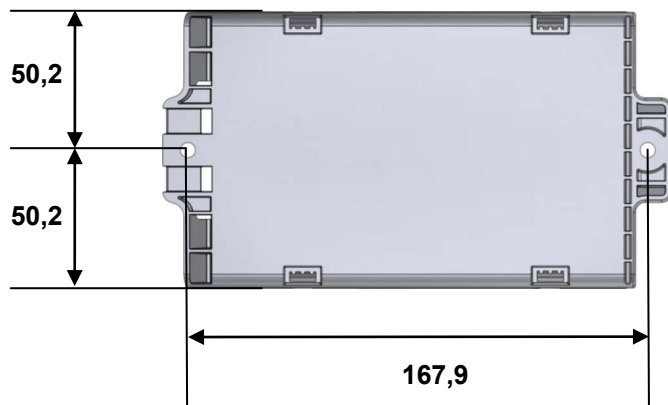
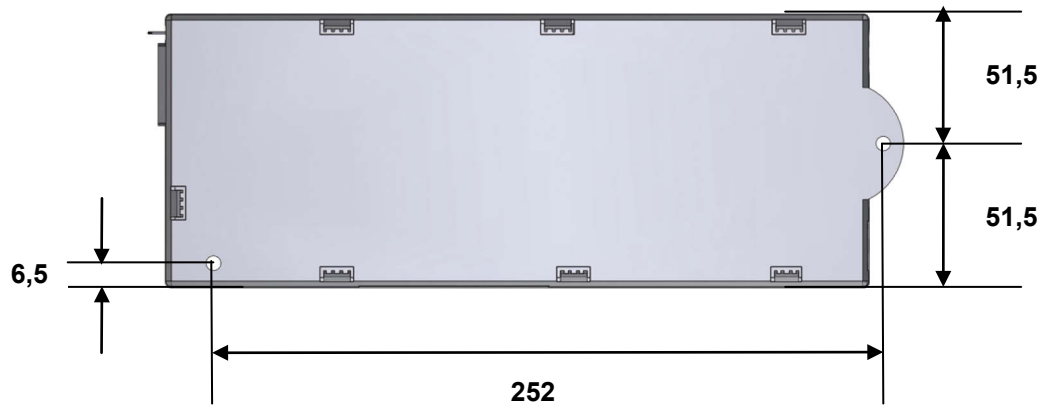

Abbildung 28 Montagemaße: Steuerung SMART (Angaben in mm)
Abbildung 30 Montagemaße: Steuerung COMPACT (Angaben in mm)
- 1 Zeichnen Sie die Bohrlöcher an. Die Bohrmaße finden Sie in Abbildung 28 (Steuerung SMART) bzw. Abbildung 30 (Steuerung COMPACT).